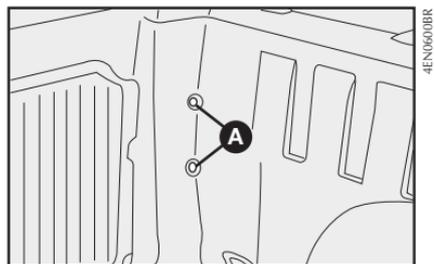

fig. 58
2) utilizando a chave específica, soltar os parafusos de fixação da lanterna **A-fig. 58**, aos quais se têm acesso pelo compartimento de carga;
4) Retirar os parafusos **A-fig. 58** de bloqueio do soquete retirá-lo da lente da lanterna;